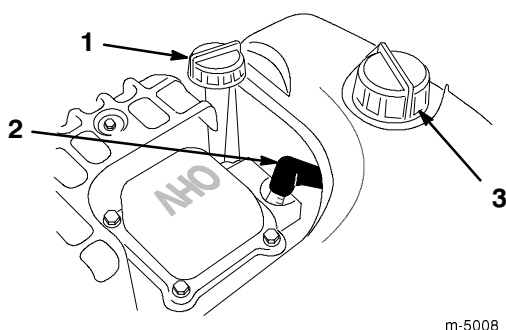

Figure 12
2. Nettoyez la surface autour de la jauge d'huile (Fig. 12).
- Retirez la jauge du carter moteur (Fig. 12).
1. Nettoyez la surface autour du bouchon du réservoir de carburant (Fig. 12).